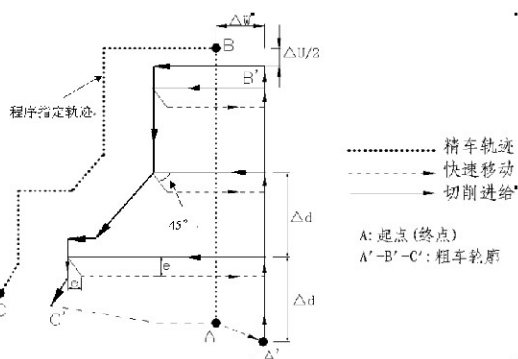

图 3-25 G71 代码循环轨迹
1) 代码执行过程: 图 3-25。
- ① 从起点 A 点快速移动到 A' 点, X 轴移动 Δu、Z 轴移动 Δw;
- ② 从A'点X轴移动 $\Delta d$ (进刀), ns 程序段是G0时按快速移动速度进刀, ns 程序段是G1时按G71的切削进给速度F进刀, 进刀方向与A点→B点的方向一致;
- ③ Z轴切削进给到粗车轮廓, 进给方向与B点→C点Z轴坐标变化一致;
- ④ X轴、Z轴按切削进给速度退刀 $e$ (45°直线), 退刀方向与各轴进刀方向相反;
- ⑤ Z轴以快速移动速度退回到与A'点Z轴绝对坐标相同的位置;
- ⑥ 如果X轴再次进刀( $\Delta d+e$ )后, 移动的终点仍在A'点→B'点的联机中间(未达到或超出B'点), X轴再次进刀( $\Delta d+e$ ), 然后执行③; 如果X轴再次进刀( $\Delta d+e$ )后, 移动的终点到达B'点或超出了A'点→B'点的联机, X轴进刀至B'点, 然后执行④;
- ⑦ 沿粗车轮廓从B'点切削进给至C'点;
- ⑧ 从C'点快速移动到A点, G71循环执行结束, 程序跳转到nf程序段的下一个程序段执行。